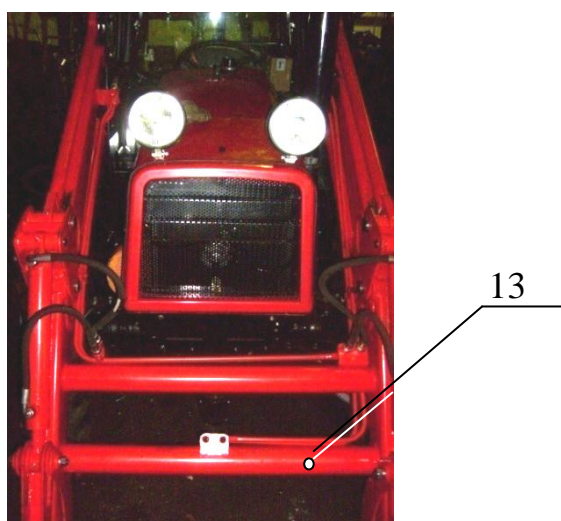

Рисунок 14. Трубопроводы сменного инструмента.
- соединить РВД поз.10 длиной 1600 (см. рис. 14, 15, 16) Тройник поз.12 С Трубопроводом сменного инструмента поз.13;
- соединить РВД длиной 1300 трубопровод сменного инструмента поз.13(см. рис. 14) с гидроцилиндром сменного инструмента;
- соединить РВД длиной 1300 мм (см. рис. 14) трубопровод сменного инструмента 13 с гидроцилиндром поворота лопаты;